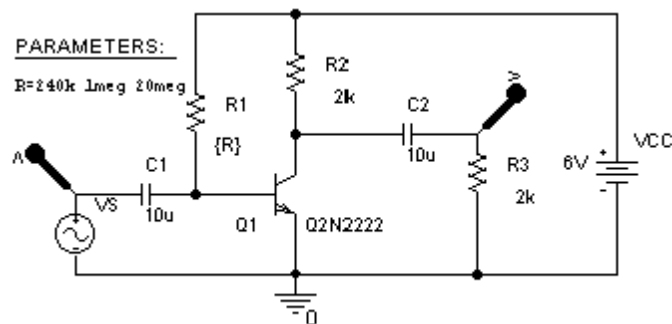
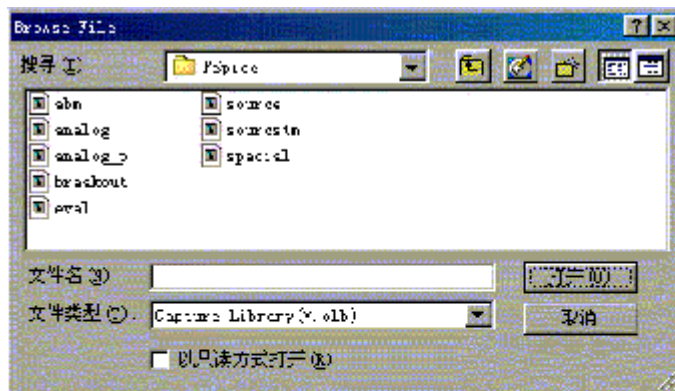
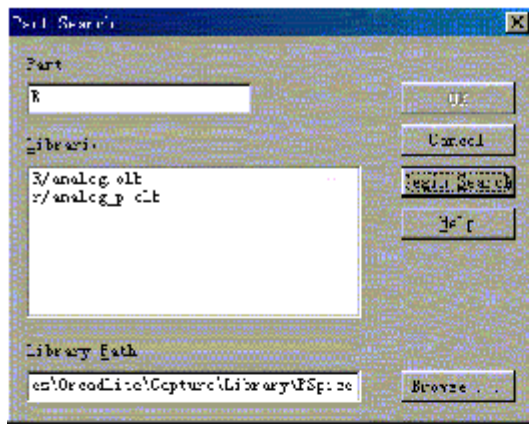

图9-15 单管放大电路
图 9-18 PSpice 元件库
图 9-21 元件查找对话框
假设我们想要画一张单管放大电路图，如图9-15所示，首先要构图，明确各元件的位置，然后开始取放元件。
(3) 若要对电路进行模拟分析，必须加载PSpice中的库文件。选择文件夹PSpice并单击【打开】，对话框的内容变为如图9-18所示，出现8个库文件。
根据需要选择一个要加载的库文件后（例如（analog）），单击【打开】，窗口对话框返回如图9-15所示。只是库文件显示区中加入了analog库，如图9-19所示。
在图9-15库文件显示区中，选定某个库，接下来在元件选择区中一点击元件名称，则元件图形出现在浏览区中，进而判断是不是要取放元件，如图9-18所示，图中点选了“eval”库中的“Q2N2222”三极管元件，其原理图符号出现在浏览区中。
另一种查找元件的来源库的方式是启动查找程序。在如图9-16所示的对话框中，单击【Part Search】，出现元件查找对话框，如图9-21所示。在Part栏中键入元件名称，再单击【Begin Search】按钮，在Libraries栏中出现查找结果。点击【Cancel】返回图9-18中。
在图9-18中选择元件所在的库（在库文件显示区）和需要的元件（在元件选择区），